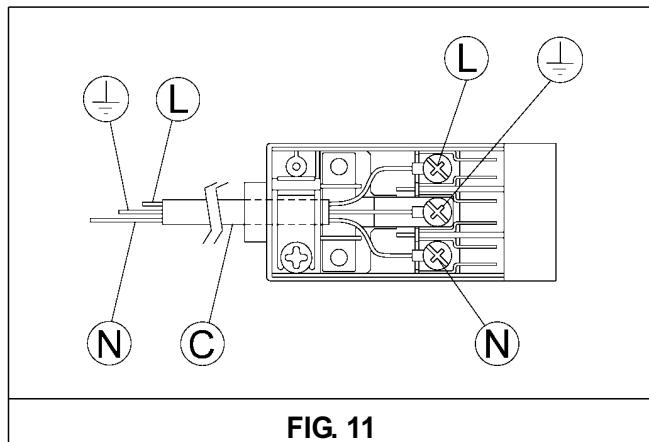

FIG. 11
- s'il en est dépourvu, appliquez au câble d'alimentation «C» (voir fig. 11) une fiche normalisée indiquée pour la charge figurant sur l'étiquette signalétique. Branchez les fils d'après le schéma de la fig. 11 en respectant les correspondances suivantes: